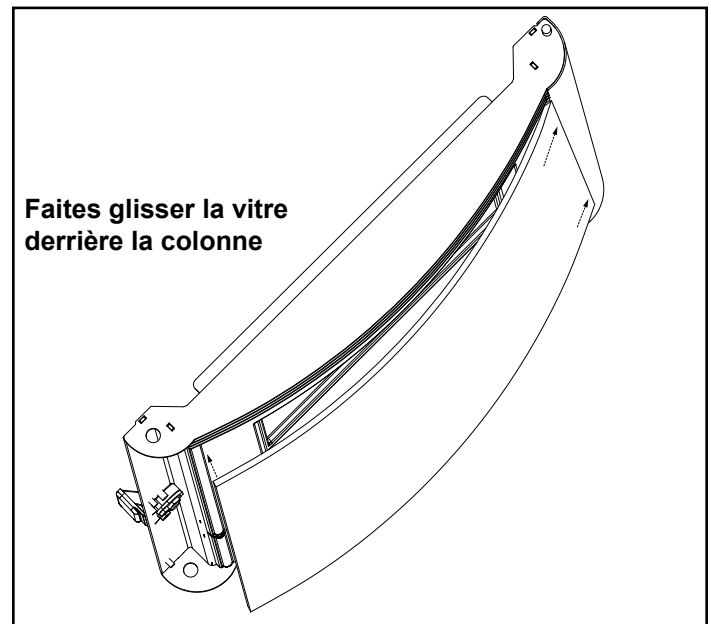
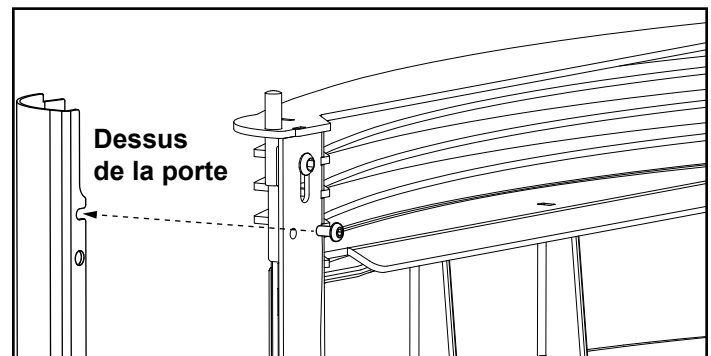

Figure 3
Figure 4
**Étape 3 – Installation de la vitre :** **Si vous n'installez pas la vitre, passez à l'étape 4.** Installez la colonne de droite, mais ne serrez pas les vis. Avant d'installer la vitre, assurez-vous que l'extrémité marquée « Top (Haut) » se trouve vers le haut. Faites glisser la vitre derrière la colonne de droite et appuyez sur la vitre pour l'aligner avec la porte et la vitre centrale. Figure 3. Installez la colonne de gauche et serrez les (3) vis à tête bombée de 10-24 x 3/8 po au-dessus, au centre et au bas de la porte, puis serrez la colonne de droite. Figure 4. **Remarque : Utilisez la clé Allen de 1/8 po fournie avec le poêle.**
**Étape 4 – Installer les colonnes sans vitre :** La porte doit être légèrement ouverte. Insérez la colonne droite à partir du côté. Tout en tenant la colonne contre la porte, ouvrez la porte et installez (3) vis à tête bombée de 10-24 x 3/8 po au-dessus, au centre et au bas de la porte. Figure 4. Répétez l'étape pour l'autre côté. **Remarque : Utilisez la clé Allen de 1/8 po fournie avec le poêle.**